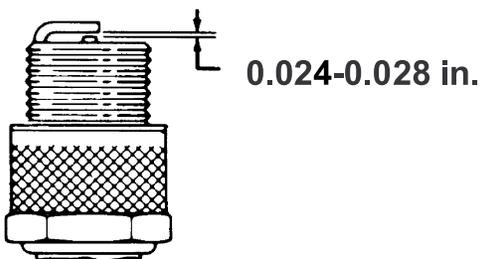

Figure 28
- Vérifiez que l'écartement des électrodes est correct (Figure 28).